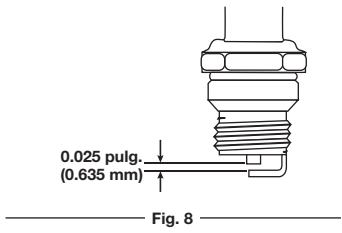

Fig. 8
- Apriete y sostenga el botón de ENCENDIDO (I) del arrancador eléctrico o taladro durante 2 segundos.
- Con el control de crucero aún en la posición Rápido, oprima y sostenga el botón de ENCENDIDO (I) del arrancador eléctrico o el taladro por intervalos de 2 segundos hasta que la unidad arranque.
- Si...**el motor falla, vuelva a colocar la palanca del obturador en la posición 2 (Fig. 8) y continúe calentándolo.
- Ajuste la abertura de la bujía conforme a las especificaciones, utilizando un calibrador de hoja (Fig. 8).